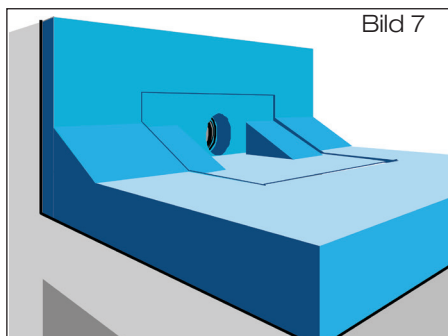

Bild 7
- 2.1 Wärmedämmung verlegen. Konturen des Klebeflansches in die Wärmedämmung einarbeiten (Bild 7). Der Klebeflansch des Dachablaufes soll gemäß Flachdachrichtlinien oberflächenbündig in die Unterlage eingelassen werden.